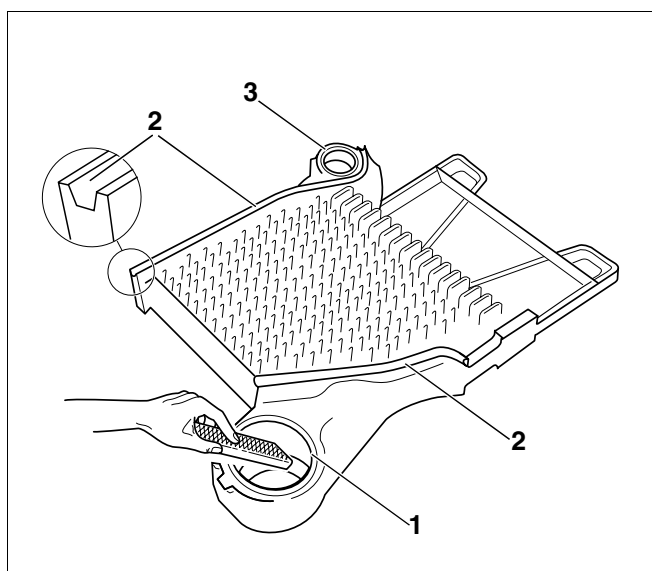

Рис. 6 Зачистка ступицы котла
- Положить на пол конечную секцию с ребрами (рис. 6).
- Очистить ступицы котла (рис. 6, **поз. 1 и 3**) наждачной бумагой и ветошью.
- При наличии заусенцев на ступицах (рис. 6, **поз. 1 и 3**) зачистить их напильником.
- При необходимости прочистить пазы для уплотнений (рис. 6, **поз. 2**) проволочной щеткой и ветошью.